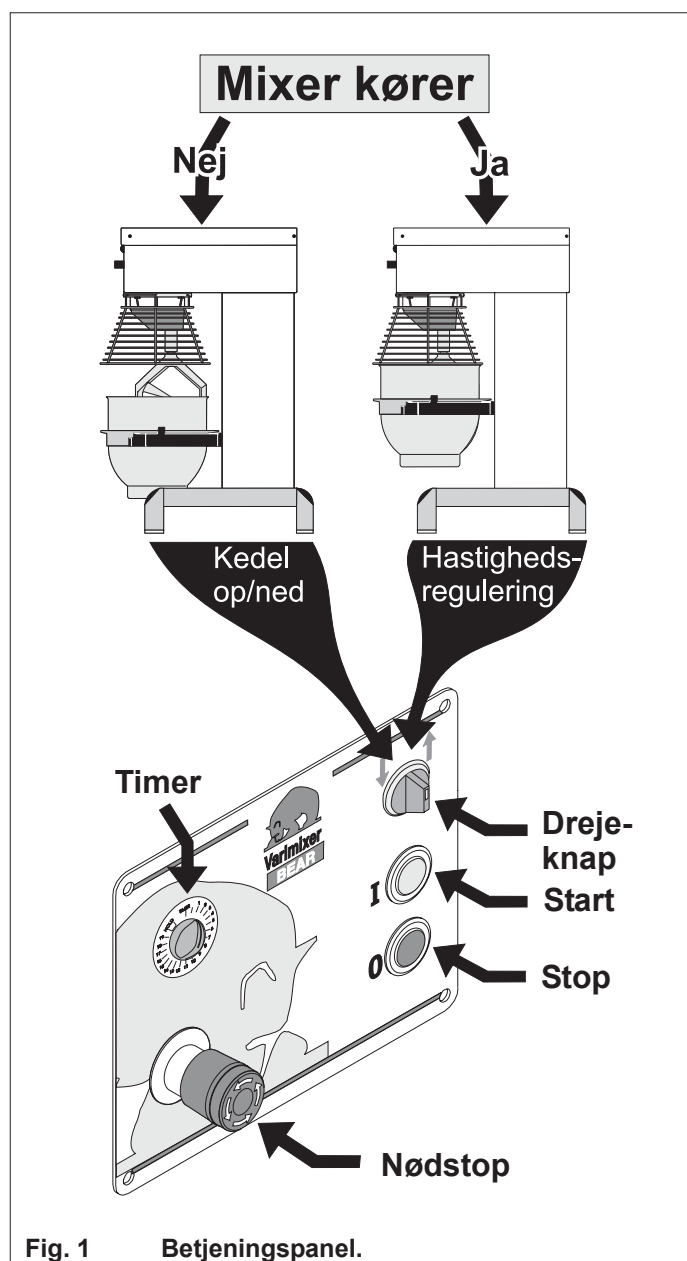

Fig. 1 Betjeningspanel.
Mixeren har på betjeningspanelet en drejeknap som har to funktioner (**fig.1**):
- E** Tryk på **START** (**fig.1**).
- Frigør nødstop (**fig.1**) ved at dreje det mod uret.